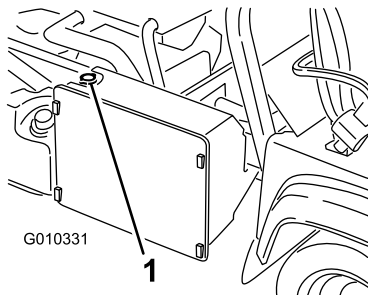

Bild 55
3. Nehmen Sie den Kühlerdeckel ab (Bild 55).
7. Füllen Sie den Kühler auf und schrauben Sie den Deckel auf (Bild 55).